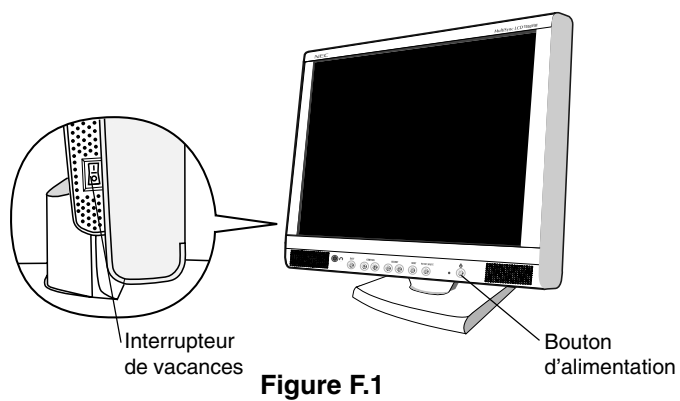

Figure F.1
7. L'interrupteur de vacances sur le côté gauche du moniteur doit être mis (**Figure F.1**) en marche. Allumez le moniteur avec le bouton d'alimentation et l'ordinateur.